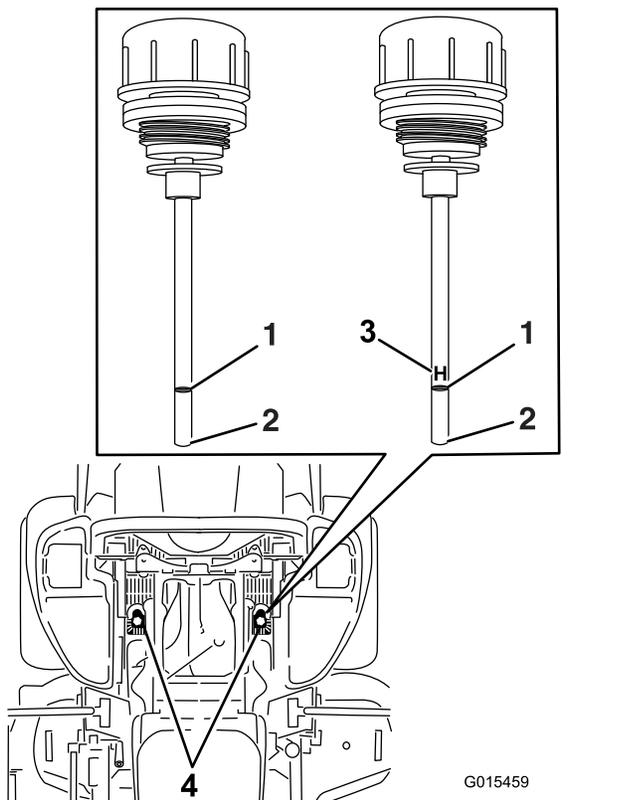

Figura 81
6. Limpie la zona alrededor de las varillas de los depósitos del sistema hidráulico (Figura 81).
7. Retire una varilla del depósito hidráulico (Figura 81).
9. Retire la varilla e inspeccione el extremo (Figura 81).